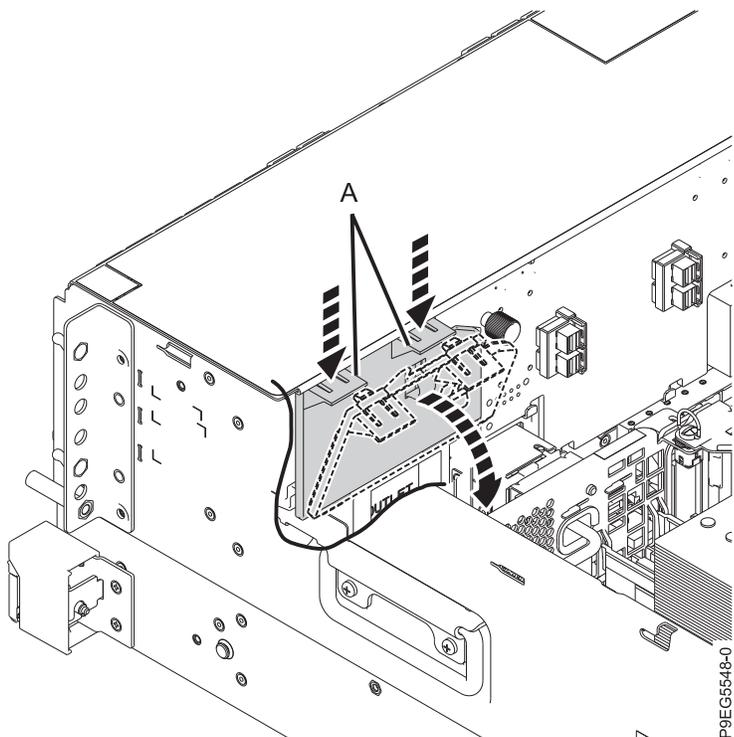

Figura 2. Removendo o preenchimento traseiro da estação de acoplamento RDX interna
2. Remova o preenchimento traseiro, como mostrado na Figura 2 na página 6.